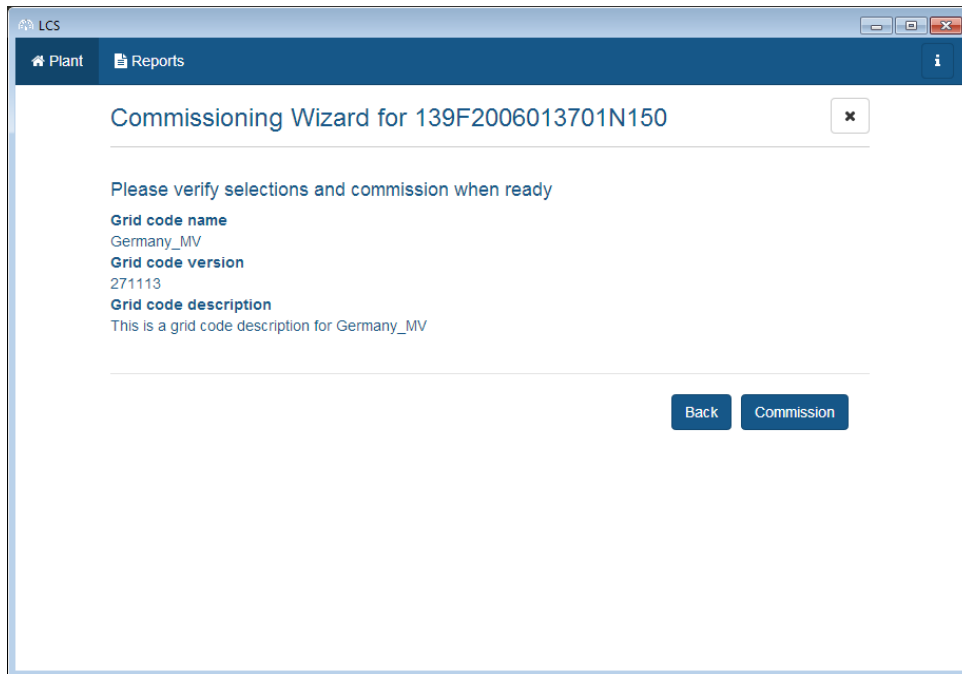

Ilustración 3.8 Herramienta LCS: confirmación de país y código de red
7. La herramienta LCS solicita una confirmación del país y el código de red seleccionados. Consulte *Ilustración 3.8*. Utilice el botón «Atrás» para cambiar una configuración incorrecta de los ajustes en las ventanas anteriores.